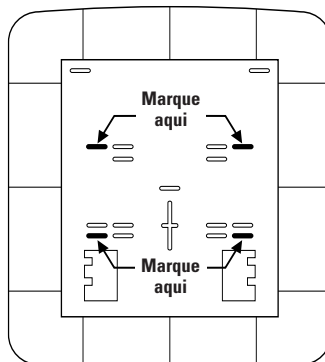

Figura 2
6. Marque en la pared las dos ranuras de montaje de la mitad superior de la distribuidora y también marque las dos ranuras de montaje de la mitad inferior de la distribuidora. (Vea el ejemplo de la figura 2). Saque la distribuidora.